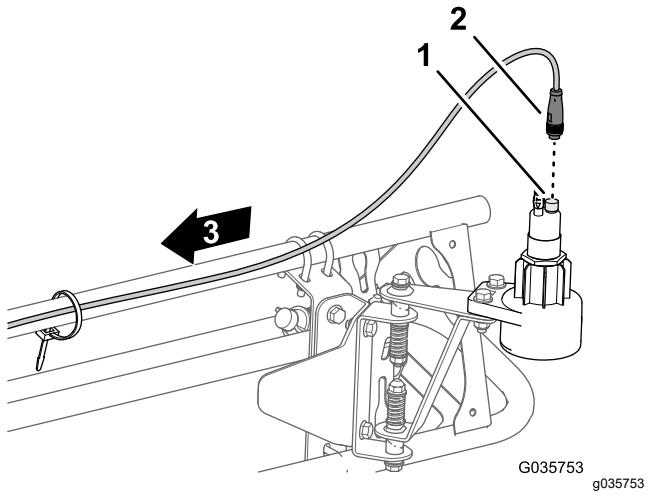

Figure 23
- 1. Branchez le connecteur à 4 douilles du faisceau du capteur au connecteur à 4 broches du capteur (Figure 23).